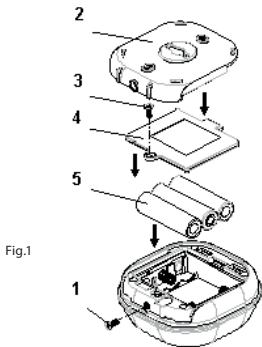

Fig.1
1. Togliere le viti dal bordo inferiore del sensore per staccare la staffa di fissaggio (Fig.1).
Then proceed with the installation as shown in Fig.1.